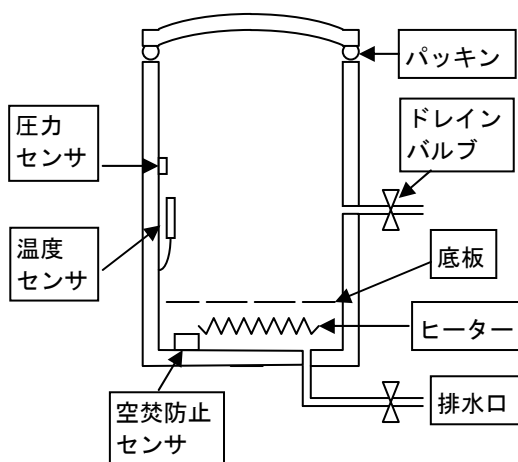
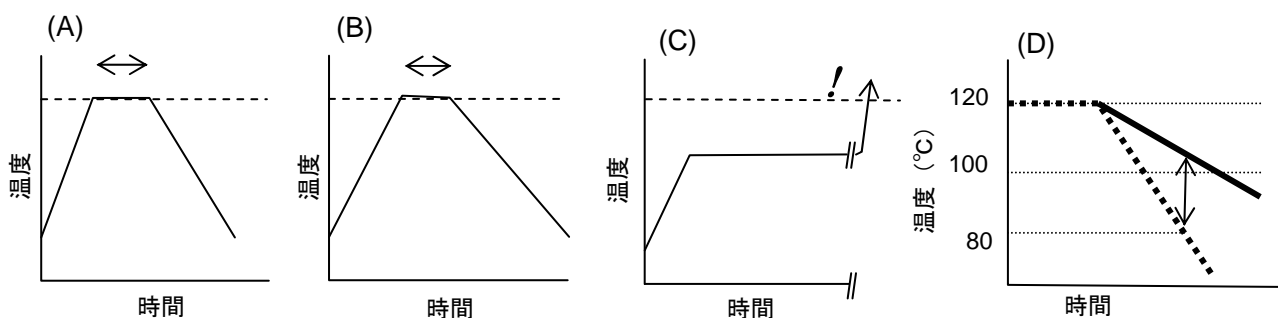

図1. オートクレーブの構造
図2. オートクレーブの温度の経時変化
生化学分野で最もポピュラーなオートクレーブの構造を図1に示す。タイマーで設定する時間は、設定温度に達した後、その温度を保つ時間(図2-A,Bの矢印の範囲)で、121°C 10~20分が標準である。
- (1) **タイマーが切れるまで部屋を無人にはしない。**パッキンの経年劣化などによって、蒸気が漏れた場合、空焚きになるからである。蒸気漏れがあれば、所定温度に達しないのでタイマーは進まず、加熱され続ける。最後には水がなくなり空焚きになる(図2-C参照)。タイマーが切れる前に帰宅してはならない。雑誌会やゼミなど、全員が部屋を空ける場合も同様である。空焚き防止センサーはいつも正常に機能する保証はなく、正常に機能するかどうかを確認することもできないので、過信してはならない。
- (2) オートクレーブした液体の実際の温度と温度計の表示にはズレがある(外側から冷えるので温度計部分が先に冷える)。**寒天培地、消泡剤、高濃度の糖やグリセリンなどの粘度の高い液体、大容量の溶液などの場合、温度計の表示が80°Cを切っているも、これらの溶液の実際の温度は100°C以上になっている場合がある(図2-D)。**これを取り出せば突沸して火傷を負う。
- (1) 器具をオートクレーブする場合、オートクレーブしても良いものであるかをカタログ等を調べて必ず確認すること。例えば**ギルソンのピペットマンはオートクレーブできない**。プラスチック製の器具にもオートクレーブできないものは少なくない。
- (2) 揮発性の強酸(塩酸、硝酸)はカマを痛める。適当な材質のフィルターで滅菌すること。
- (3) 強アルカリをオートクレーブすると容器のガラスが溶ける。何度も繰り返してオートクレーブするとガラスは次第に薄くなり、破損事故につながる(ガラスの成分がアルカリに混入することに注意)。
- (4) ジャーファーメンターをオートクレーブする場合、原則として60℃以下になるまでフタを開けない。大量の培地は冷えにくく、図2-Cのように突沸の危険があるだけでなく、圧力の変化でpHセンサー、溶存酸素濃度(DO)センサーを痛めることがある。
- (5) オートクレーブする容器のフタは必ず緩めておくこと。密栓すると、昇温時には容器の外側の圧力が先に上がり、降温時には容器の外側の圧力が先に下がる。この圧力差によって、ガラス容器が割れる場合があり、
- (6) 遠心管などのプラスチック容器をオートクレーブする場合、多少フタを緩めていても、オートクレーブ後に冷えて中が陰圧になった時にフタが本体に密着し、さらに冷えて内圧が下がれば変形する。従って、フタを外して殺菌するか、フタを十分緩めた状態でアルミホイルを巻いてフタが本体に密着しないようにしてオートクレーブすること。
- (7) 1気圧程度の圧力に耐える傷のないメジウム瓶などであれば密栓してオートクレーブすることができるが、この場合、中に1滴蒸留水を入れておかなければ滅菌することはできない(乾燥状態での滅菌には160℃3時間程度を要する)。
- (8) 過度の加熱は試料を変質させる場合がある。例えば、酵母エキスとグルコースのように、アミノ基を持つ化合物と還元糖を同時にオートクレーブすると、メイラード反応が起こって培地は褐変し、場合によっては供試菌の生育を阻害する。この反応は加熱時間が長いほど、pHが高いほど(pH>6)顕著であり、また、少量の培地をオートクレーブした場合(図2-A)よりも大量の培地をオートクレーブした場合(図2-B)の方が顕著である。
- (9) オートクレーブ内に試料をこぼした(吹きこぼれた)場合、洗浄しなければならない。また、こぼしていても、通常は1週間に1回程度の水の交換、2～4週に1回の洗浄が必要である。